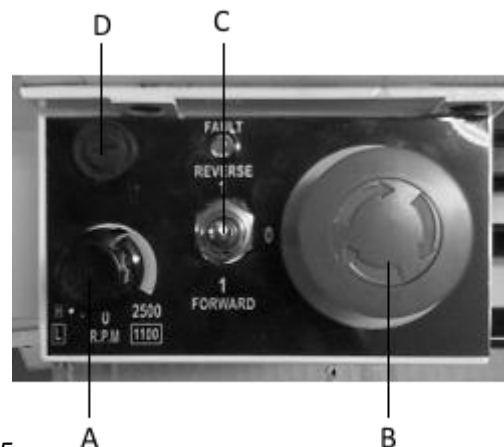

Рис.5
Установите переключатель шпинделя (Рис. 5, С) на главной панели управления в положение ВПЕРЕД (Forward), затем сбросьте аварийный выключатель, слегка нажав на красную кнопку и провернув ее по направлению к передней бабке, как указывают изображенные на ней стрелки (Рис. 5, В).
Включите станок, МЕДЛЕННО поворачивая рукоятку регулировки частоты вращения шпинделя (Рис. 5, А) по часовой стрелке. При включении питания произойдет щелчок, но шпиндель не начнет вращаться до тех пор, пока рукоятка не будет прокручена еще немного. При дальнейшем поворачивании рукоятки скорость вращения шпинделя будет постепенно возрастать. Дайте станку поработать в общей сложности 5 минут, постепенно увеличивая скорость вращения шпинделя в течение этого времени до максимальной. Перед остановом станка и отключением его от источника питания дайте ему поработать на максимальной скорости как минимум 2 минуты.
Примите все необходимые меры предосторожности, приведенные выше, и удостоверьтесь, что заготовка беспрепятственно вращается. Установите рычаг диапазона частот вращения шпинделя в требуемое положение: ВЫСОКИЙ (HIGH) либо НИЗКИЙ (LOW) диапазон. Установите переключатель шпинделя (Рис. 5, С) на главной панели управления в положение ВПЕРЕД (Forward). Проверьте, включен или выключен рычаг автоматической подачи в зависимости от того, требуется ли она.
5. Резко зацепите рычаг автоматической подачи, поверните переключатель ВПЕРЕД/ВЫКЛ./РЕВЕРС (Рис. 5, С) в положение ВПЕРЕД.
6. Как только инструмент достигнет конца резьбы, поверните переключатель (Рис. 5, С) в положение ВЫКЛ.
9. Поверните переключатель (Рис. 5, С) в положение «РЕВЕРС» (REVERSE), суппорт переместится назад к началу резьбы, затем поверните переключатель (Рис. 5, С) в положение ВЫКЛ. (OFF).